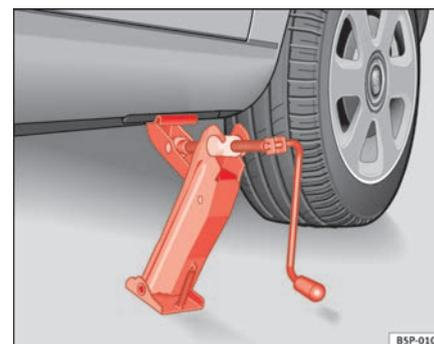

Abb. 157 Wagenheber anbringen
- Richten Sie den Wagenheber so aus, dass seine Klaue den Steg des Unterholms umfasst und die bewegliche Grundplatte plan auf dem Boden aufliegt ⇒ Seite 239, Abb. 157.